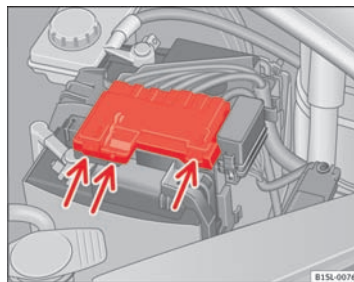

Fig. 110 I motorrummet: Sådan tages afdækningen til bilens batteri af.
- Tryk tapperne ⇒ Fig. 110 (pile) i pilens retning, og tag batteriafdækningen opad og af.